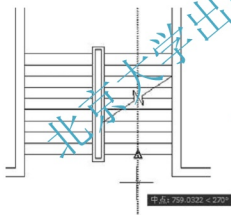

图 2.124 寻找上行箭头箭杆起点的位置
(2) 在当前线宽为 **0.0000**，指定起点或 **[圆弧(A)/半宽(H)/长度(L)/放弃(U)/宽度(W)]**：提示下，将光标放在图 2.124 所示的踏步线的中点，此时不单击，将光标缓缓地垂直向下拖动，当行至上行箭头杆起点的位置时单击。这样就通过 **【对象追踪】** 命令寻找到了上行箭头杆起点的位置，并且保证将其绘制在右侧梯段的中心。